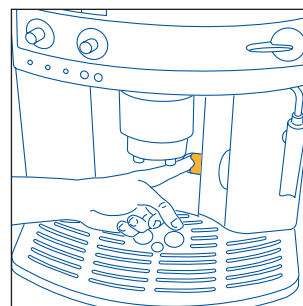
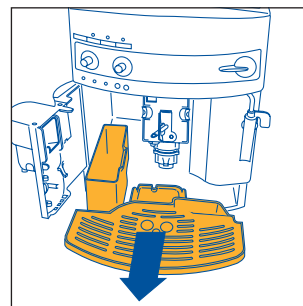

Fig.15
Fig.16
**NOTA 7:** la macchina conta il numero di caffè che vengono erogati. Ogni 14 caffè singoli (o 7 doppi), la spia  si accende in modo fisso (cap. 12 punto 3) avvertendo che il contenitore fondi è pieno di pasticche ed è necessario svuotarlo e pulirlo. Finché non si fa la pulizia del cassetto fondi, la spia rimane accesa e la macchina non può fare il caffè. Per eseguire la pulizia aprire lo sportello di servizio sulla parte anteriore tirando l'apposita maniglia (fig. 15); si accende la spia  lampeggiante (vedere par. 12 punto 9); estrarre quindi la vaschetta raccogliocce (fig. 16), svuotarla e pulirla. Svuotare e pulire accuratamente il cassetto fondi avendo cura di rimuovere tutti i residui che possono essere depositati sul fondo. Asciugare anche le eventuali gocce di condensa che si sono depositate all'interno della macchina sotto la vaschetta raccogliocce. **IMPORTANTE:** quando si estrae la vaschetta raccogliocce è **OBBLIGATORIO** svuotare sempre il contenitore fondi caffè anche se è riempito poco. Se questa operazione non è effettuata può succedere che, quando si fanno i caffè successivi, il contenitore fondi si riempia più del previsto e che la macchina si intasi di pasticche esauste.
- aprire lo sportello di servizio (fig. 15);
- estrarre il vassoio raccogli gocce ed il contenitore dei fondi (fig. 16) e lavarli;